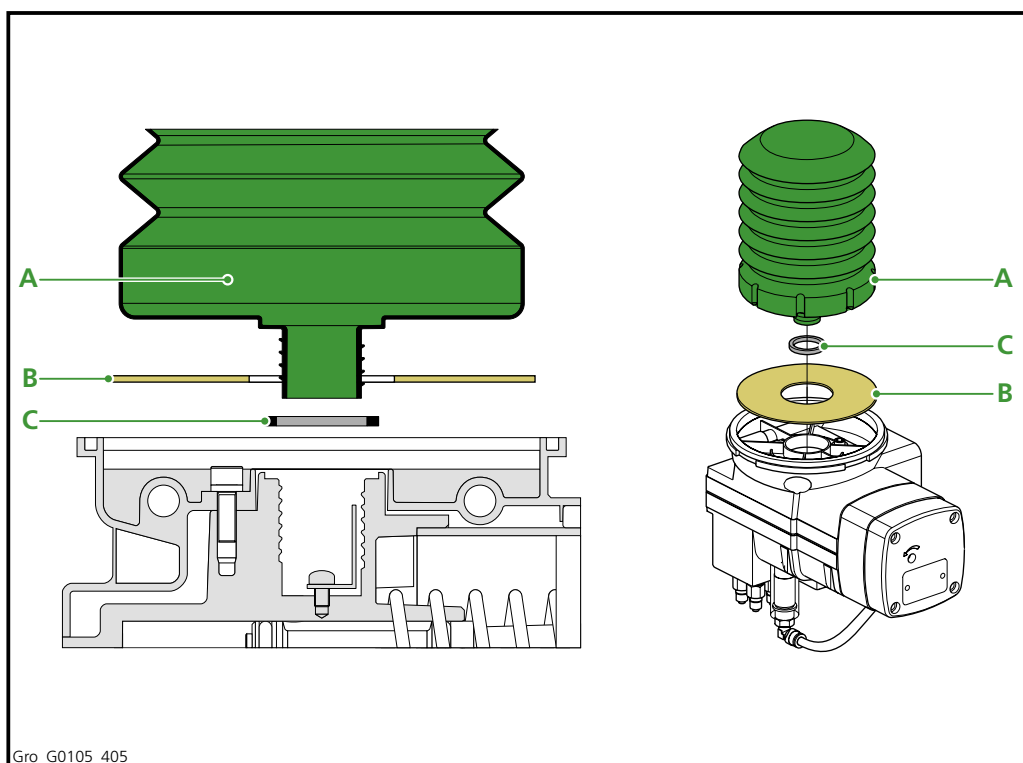

Abbildung 4.6 Gummidichtungsring und Pappscheibe
- Entfernen Sie den Gummidichtungsring (Abbildung 4.6.C) und die Pappscheibe (Abbildung 4.6.B) und ersetzen Sie sie durch die mit der neuen Kartusche mitgelieferten Neuteile. Achten Sie darauf, dass Sie die Kartusche mit nur einem einzigen Gummidichtungsring einbauen.